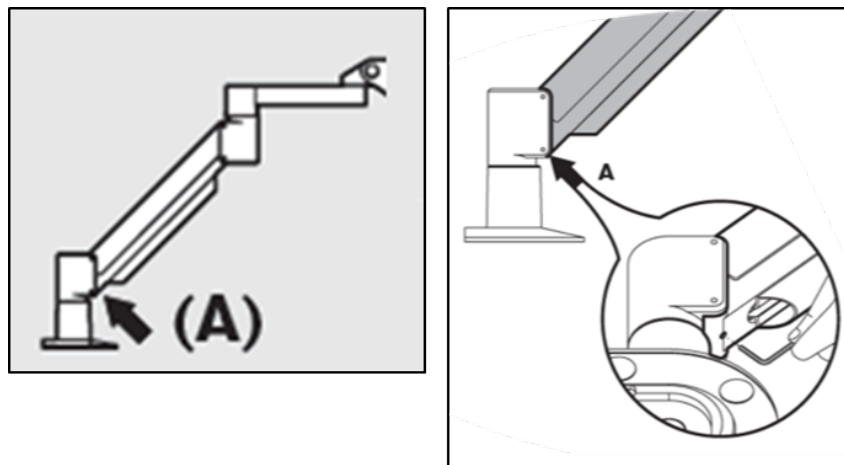

Figura 4-5. Desapertar o parafuso A de definição de contrabalanceamento
- Se o braço se desviar para cima, eleve-o até à posição mais elevada e desaperte o parafuso A de definição de contrabalanceamento rodando o parafuso pelo menos 1/2 volta. Use uma chave Allen 3/32. Consulte a Figura 4-5.
- Eleve o braço para a sua posição mais elevada e aperte o parafuso A de definição do contrabalanceamento até que exista contacto, depois aperte 1/2 a 3/4 de volta no máximo. Consulte a Figura 4-5.